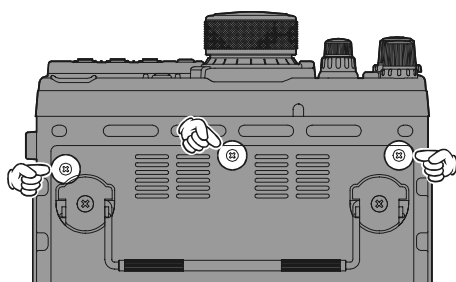

Figure 1
2. Enlever les six vis (Trois vis sur la partie inférieure et trois sur l'arrière), puis enlever le panneau du fond (Figure 1 et 2).